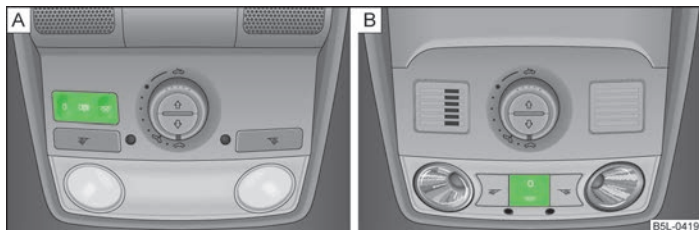

Fig. 30 Luz interior delantera
- Pulsar el conmutador » fig. 30 en la posición del símbolo ☞.
- Pulsar el conmutador » fig. 30 en la posición del símbolo O.
- Poner el conmutador en la posición central. En vehículos sin vigilancia del habitáculo la posición central está señalizada con el símbolo ☞ » fig. 30 - [A].